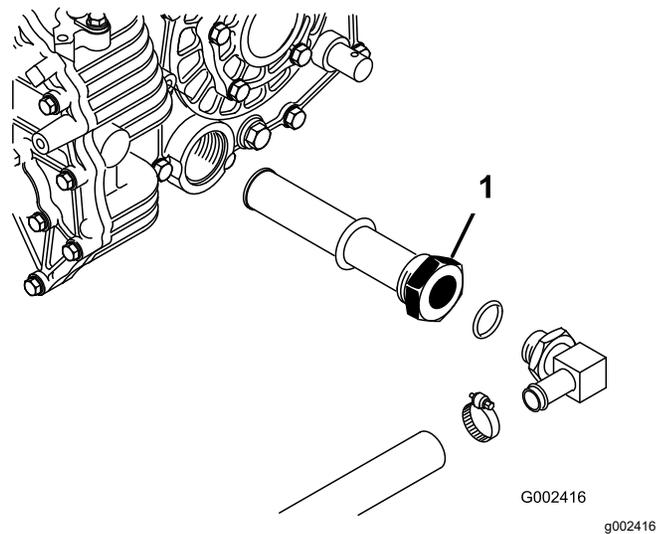

Рисунок 73
3. Отметьте ориентацию гидравлического шланга и прямоугольного штуцера, подсоединенного к сетчатому фильтру на боковой стороне резервуара (Рисунок 73).